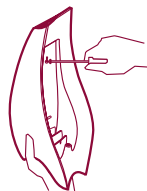

Fig. 5
- Introducir los tacos en el muro y fijar la base cargabaterías mediante los tornillos. (fig. 5)